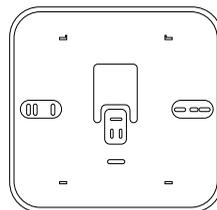
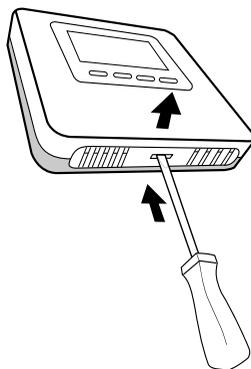

Рис. 10
Рис. 19
- Смонтируйте при необходимости опорную пластину на электрическую соединительную коробку, которая поставляется в комплекте (Рис. 10).
Слегка надавив на защелку, расположенную в нижней части, снимите монтажное основание (Рис. 19). Вставьте 2 щелочные батарейки в специальный отсек, соблюдая полярность согласно отметкам, указанным на устройстве. После завершения операции установите на место регулятор температуры в помещении: сначала верхнюю часть, а затем после поворота вниз аккуратно прижмите ее. Беспроводной регулятор температуры в помещении осуществляет непрерывный мониторинг уровня заряда батарей, срок пригодности которых составляет примерно 2 года. Когда заряд заканчивается, на дисплее отображается значок «» (Рис. 10). Выполните замену батареек в соответствии с описанием, приведенным выше.